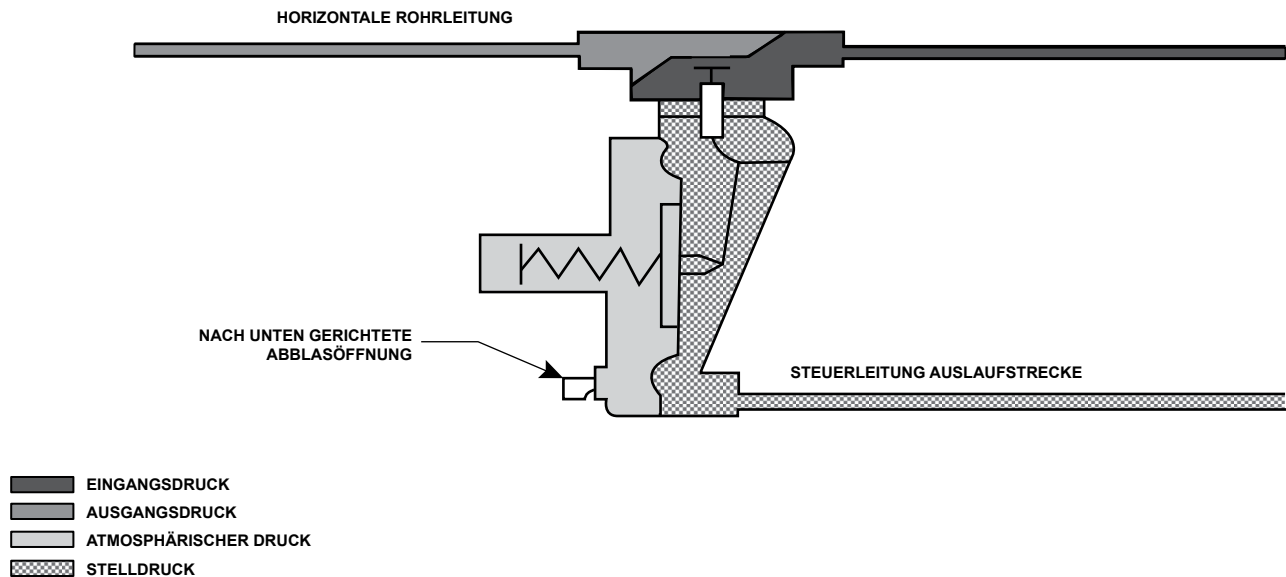

Abbildung 3. Entleerung des Antriebsgehäuses beim Typ T205B
2. Der Regler kann in jeder Einbaulage montiert werden, solange die Durchflussrichtung im Gehäuse dem Pfeil auf dem Gehäuse entspricht. Um die angegebenen Kapazitäten bei niedrigem Sollwert zu erreichen, sollte der Regler mit dem Federgehäuse nach unten installiert werden (siehe Abbildung 1). Für eine vollständige Entleerung des Antriebsgehäuses sollte der Regler wie in Abbildung 3 dargestellt installiert werden. Wenn bei der Inspektion oder Wartung der Betrieb aufrechterhalten werden muss, um den Regler einen 3-Ventil-Bypass installieren.